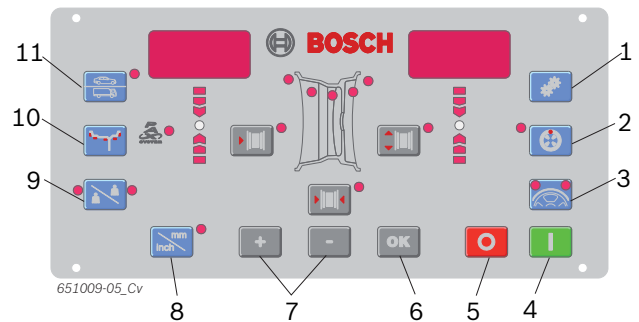

Fig. 5: Teclas del campo de manejo/campo de visualización
2. Introducir la cantidad disponible de radios con las teclas <-> o <+> (fig. 5, pos. 7).